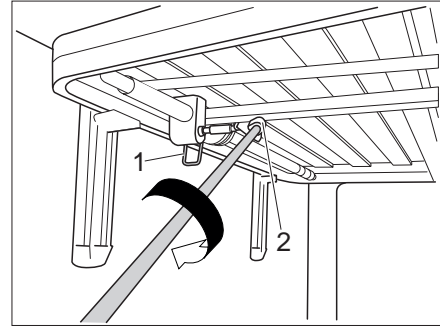

Bild 107 Höhenverstellung
- Sicherungshebel (Bild 107,1) lösen. Das Bett kann jetzt verstellt werden.
- Kurbel in die magnetische Vierkant-Aufnahme (Bild 107,2) schieben. Die Höhe des Bettes kann jetzt verändert werden.
- Kurbel aus der Vierkant-Aufnahme (Bild 107,2) ziehen und in der Halterung aufbewahren.